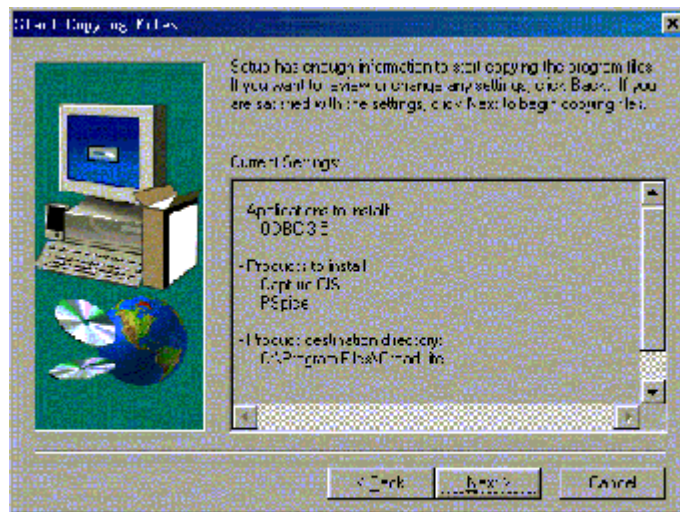

图 9-6 要安装程序块名称及安装目录的信息框
(7) 弹出已选定的要安装程序块名称及安装目录的信息框，如图9-6所示。